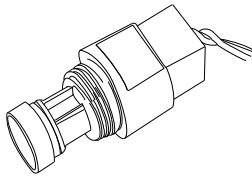

Figura 10. Refill del Generador de Cloro.
- 2.- Inserte el conector de tamaño más pequeño del Generador de cloro, en la parte trasera del programador, en la ubicación adecuada para ello (ver figura 10).